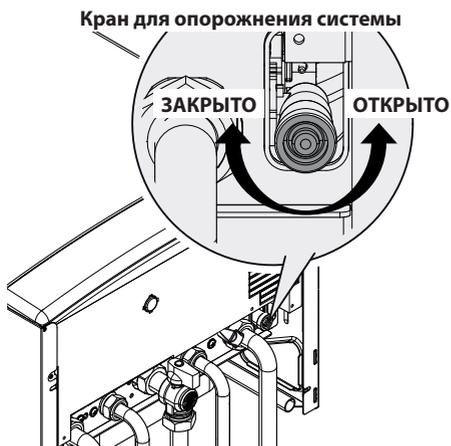

Рисунок 9.3
- Откройте кран опорожнения котла, см. Рисунок 9.3.